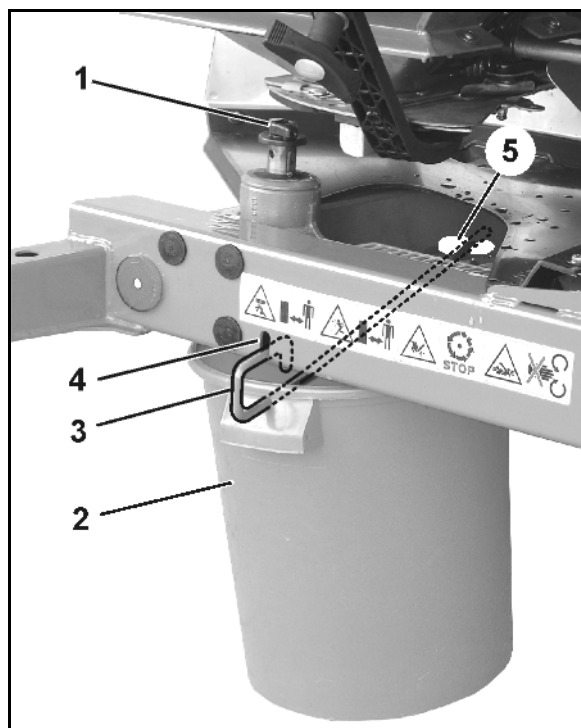

Bild 40
- 2.1 Skruva bort vingskruven (Bild 40/1) som fäster spridartallriken och dra bort spridartallriken från drivaxeln.
3. Haka in uppfångningsbehållaren (Bild 40/2) med hjälp av handtag (Bild 40/3) in ramens mottagaranordningar (Bild 40/4 och Bild 40/5).